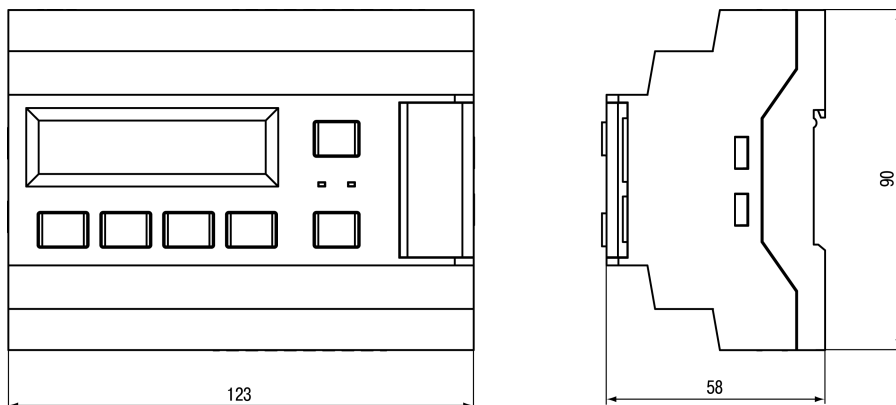

Рисунок 10.2 – Габаритный чертеж прибора
1. Подготовить на DIN-рейке место для установки прибора в соответствии с размерами прибора (см. рисунок 10.2).